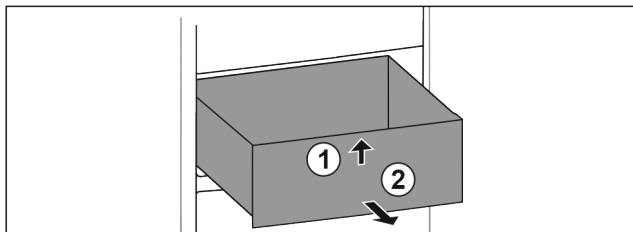

Fig. 27
- Løft skuffen foran. Fig. 27 (1)
- Ta ut skuffen framover. Fig. 27 (2)